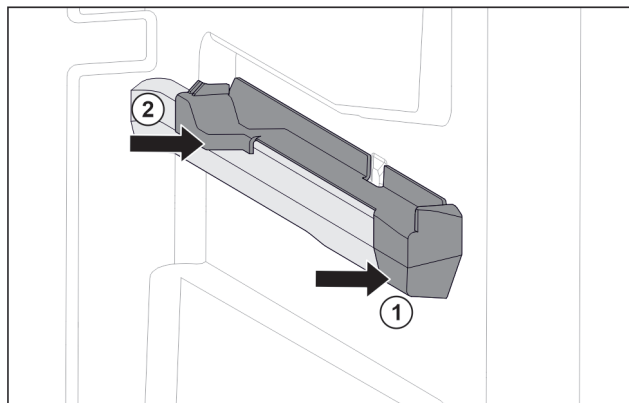

Fig. 28 Élément emboîtable sur la nervure de récipient droite
- ▶ Poser le devant de l'élément emboîtable contre la nervure de récipient. Fig. 28 (1)
- ▶ Enfoncer l'arrière de l'élément emboîtable. Fig. 28 (2)